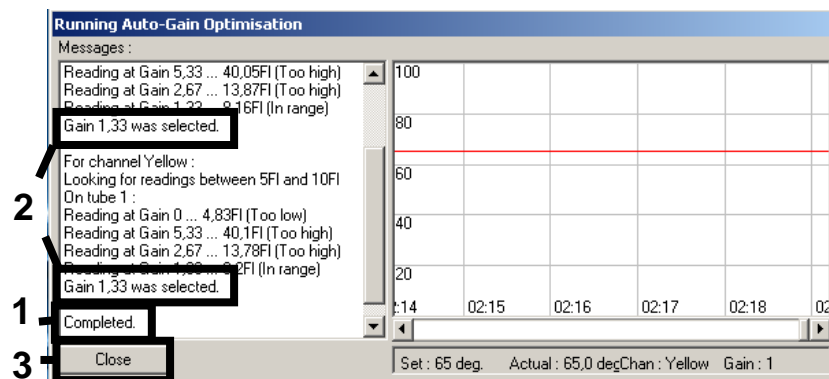

Figure 4. Optimisation du gain terminée. Noter les valeurs de gain (dans ce cas, 1,33 pour les deux canaux de fluorescence).
4. Une nouvelle fenêtre « **Running Auto-Gain Optimisation** » (lancement de l'optimisation du gain automatique) s'ouvre. Attendre que le message « **Completed** » (terminé) s'affiche dans cette fenêtre (Figure 4). Saisir les valeurs de gain sélectionnées pour les deux canaux, puis cliquer sur « **Close** » (fermer) (Figure 4)